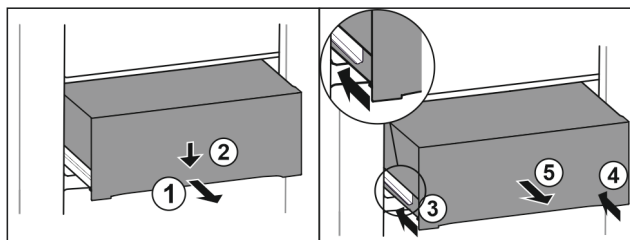

Fig. 151
- Estrarre il cassetto a metà. Fig. 151 (1)
- Premere il cassetto sul lato anteriore verso il basso. Fig. 151 (2)
- Spingere la guida sinistra di circa 2 cm verso l'interno. Fig. 151 (3)
- Spingere la guida destra di circa 2 cm verso l'interno. Fig. 151 (4)
- Rimuovere il cassetto tirandolo in avanti. Fig. 151 (5)